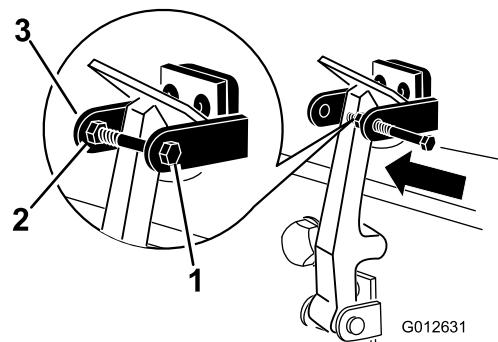

图 8
8. 将螺栓拧入机罩闩锁支架的另一个臂直至将闩锁锁定到位 (图 8)。